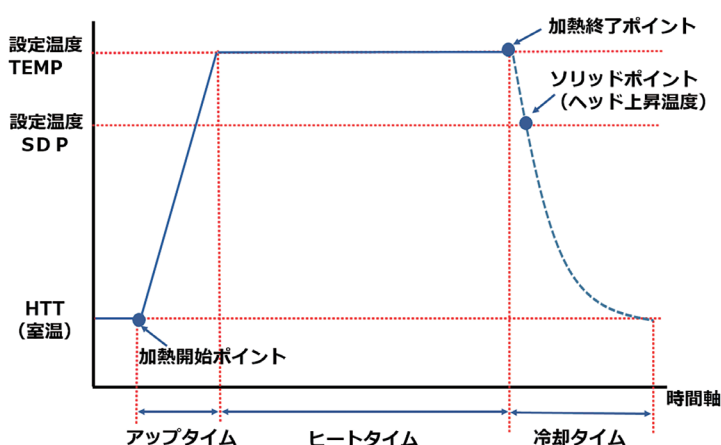

図2 温度プロファイル
5. ヒータチップ・ヒータツールは常温に戻ります。（図2参照）